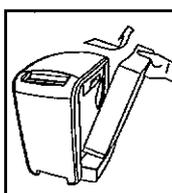
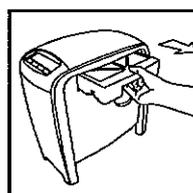

Fig. 6
Fig. 7
- Retirez le réservoir (fig. 6) et sortez l'ensemble de filtration en le tirant (fig. 7).